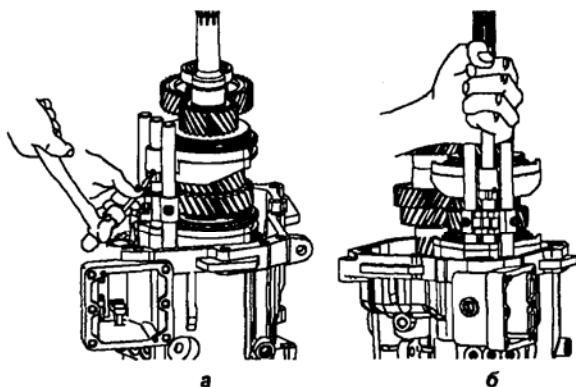

Рис. 6.12. Снятие и установка штоков переключения передач
12. Используя бородок с тонким цилиндрическим концом, выпрессуйте блокировочные штифты вилки переключения передач (рис. 6.12 а). Снимите штоки переключения передач (рис. 6.12 б). Внимание! Не используйте повторно блокировочные штифты.